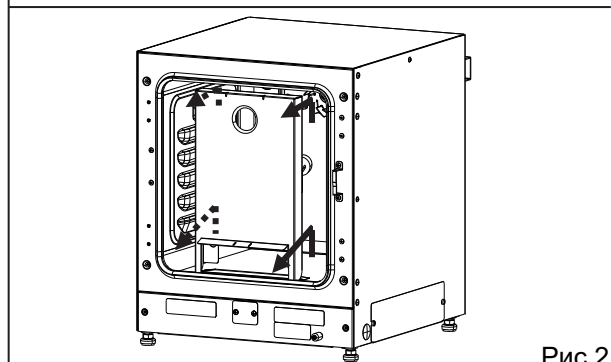

Рис.2
(2) Поднимите воздуховод и снимите его с внутренних штифтов (Рис. 2).